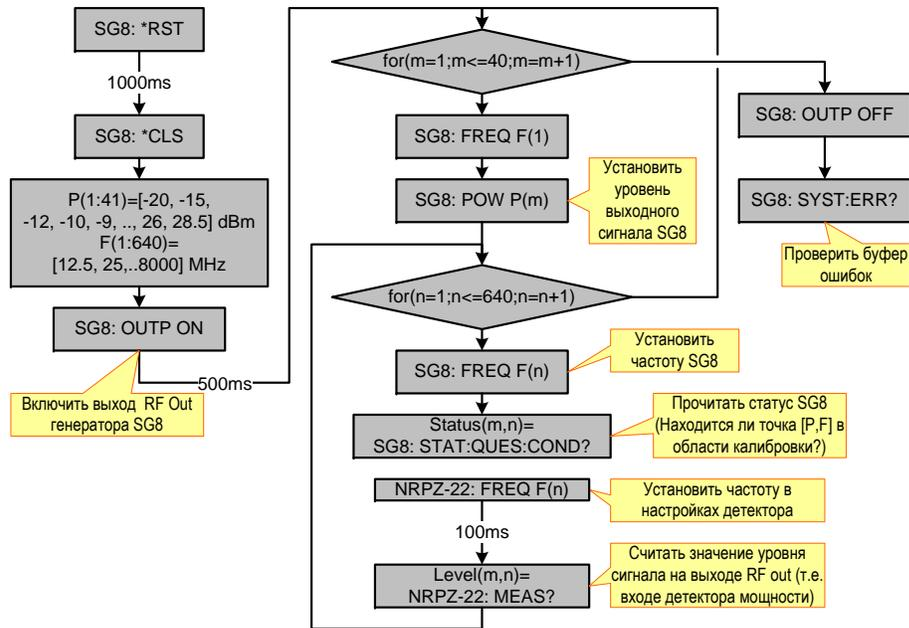

Рис. 5: Алгоритм программы сканирования SG8\_Level\_Scan
3. Запустите приложение **SG8\_Level\_Scan**, укажите начальные, конечные значения уровня и частоты и шаг сканирования, затем нажмите кнопку “Scan”. Алгоритм программы показан на рис. 5. В результате сканирования приложение формирует следующие файлы: **SG8\_level\_<Serial\_No>.csv** и **SG8\_status\_<Serial\_No>.csv**. Файл **SG8\_level\_<Serial\_No>.csv** содержит измеренные значения мощности при заданных значениях частоты и уровня, выставленного в генераторе SG8. Первая строка файла содержит список частот в МГц, первая колонка файла содержит уровни мощности в дБм, которые были заданы в приборе при сканировании. (таблица 3). Значения разделены точкой с запятой “;”. Файл **SG8\_status\_<Serial\_No>.csv** имеет тот же формат, но содержит статус измеренных точек. Нулевое значение означает, что точка, соответствующая данной выставленной в приборе частоте и мощности, находится в калибровочной области, другое значение означает, что точка находится вне области калибровки.